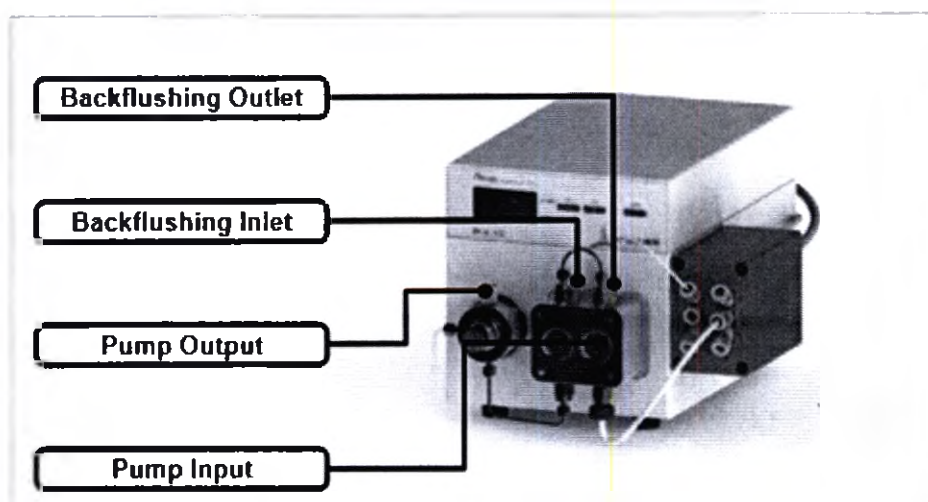

Рисунок 23
- 2 Подключите впускное отверстие обратной промывки к выходному порту микронасоса (см. Рис. 23 - стр. 38).